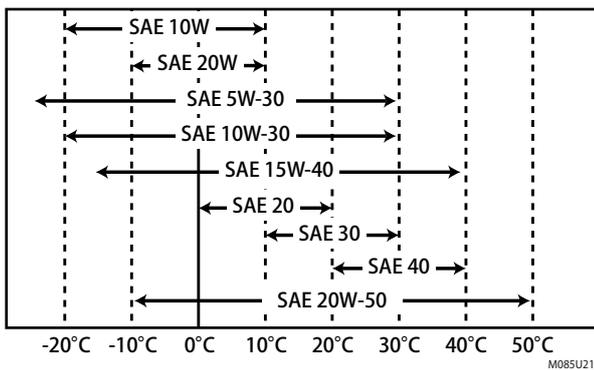

Fig. 7-6 Tableau de viscosité des grades de service SAE
- Choisissez et utilisez une huile moteur dont la viscosité correspond à la température extérieure lorsque le moteur fonctionne. Pour plus d'informations, voir la Fig. 7-6, « Tableau de viscosité des grades de service SAE ».
Il est nécessaire de sélectionner la viscosité de l'huile moteur en fonction de la température extérieure. Sélectionnez-la sur la base de la Fig. 7-6, « Tableau de viscosité des grades de service SAE ».